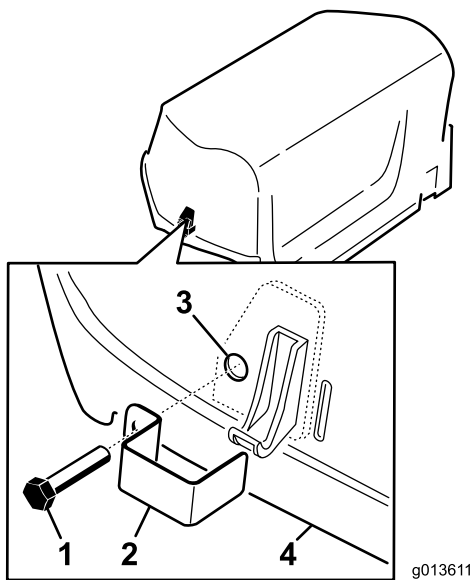

Figura 7
1. Instale un seguro del cierre sobre los cierres derecho e izquierdo del capó con un perno de rosca completa (dos en total) (Figura 7).
2. Usando un alicate o una llave inglesa ajustable, enrosque una arandela de freno con dientes internos sobre cada perno (1-2 vueltas) para sujetar los pernos (Figura 7).